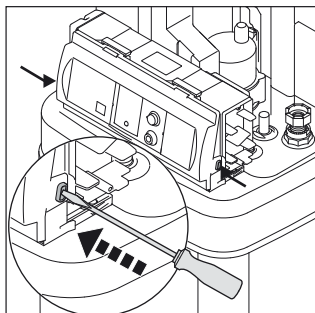

Figura 4-21 Desbloquear la moldura frontal.
- Desbloquear la moldura frontal y sacar hacia delante. (figura 4-21).